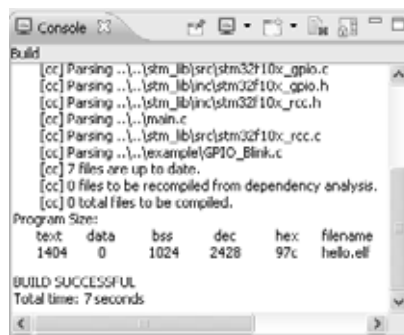

Рис.9
6) Провести компиляцию проекта: «Project-Build», дождаться сообщения в нижнем окне «BUILD SUCCESSFUL» (рис.9). Ошибок быть не должно, поскольку ни одного символа в программе вручную не корректировалось.